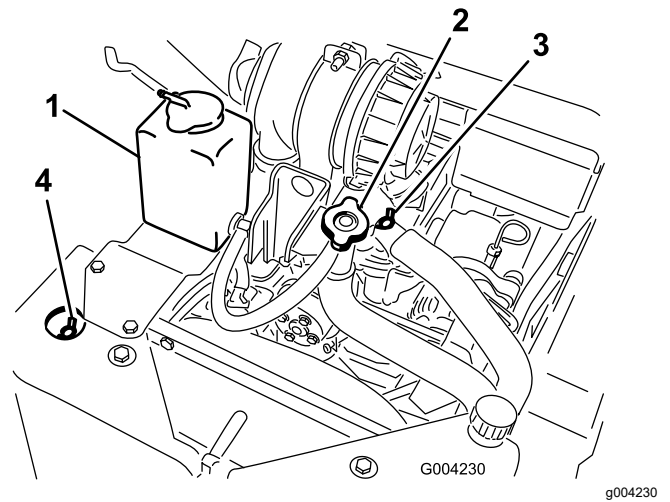

Bild 51
A. Nehmen Sie den Kühlmittel-Fülldeckel ab (**Bild 51**).
- B. Öffnen Sie das vordere und obere Entlüftungsventil für das Kühlmittel (**Bild 51**).
- C. Füllen Sie Kühlmittel in den Füllstutzen ein, bis das Kühlmittel aus dem vorderen Entlüftungsventil für das Kühlmittel tritt (**Bild 51**).
- D. Schließen Sie das vordere Entlüftungsventil für das Kühlmittel (**Bild 51**).
- E. Füllen Sie Kühlmittel in den Füllstutzen ein, bis das Kühlmittel aus dem oberen Entlüftungsventil für das Kühlmittel tritt (**Bild 51**).
- F. Schließen Sie das obere Entlüftungsventil für das Kühlmittel (**Bild 51**).
- G. Füllen Sie Kühlmittel in den Füllstutzen, bis der Kühlmittelstand am Füllstutzen liegt (**Bild 51**).
- H. Setzen Sie den Kühlmittel-Fülldeckel auf (**Bild 51**).
- I. Füllen Sie Kühlmittel in das Ausdehnungsgefäß, bis der Stand an die Voll-Markierung an der Seite des Behälters liegt (**Bild 51**).